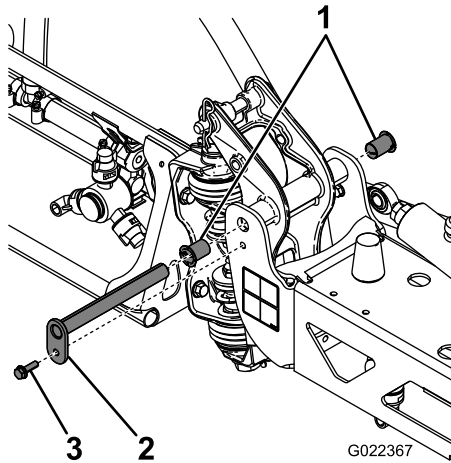

Figura 85
3. Con el peso del brazo apoyado, retire el perno y la tuerca que fijan el pasador de giro al conjunto del brazo (Figura 85).
6. Retire los casquillos de nylon desde delante y desde detrás del soporte pivote e inspecciónelos (Figura 85).
8. Instale el conjunto de brazo y soporte del pivote en el bastidor central, alineando los orificios (Figura 85).